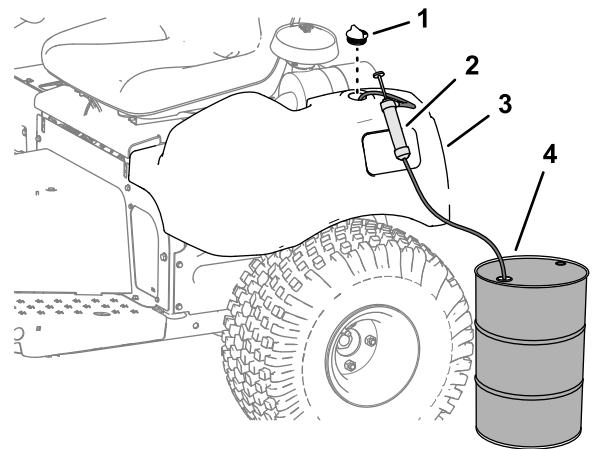

Figura 43
1. Îndepărtați capacul de la rezervorul hidraulic (Figura 43).
2. Pompați uleiul hidraulic din rezervorul hidraulic (Figura 43).